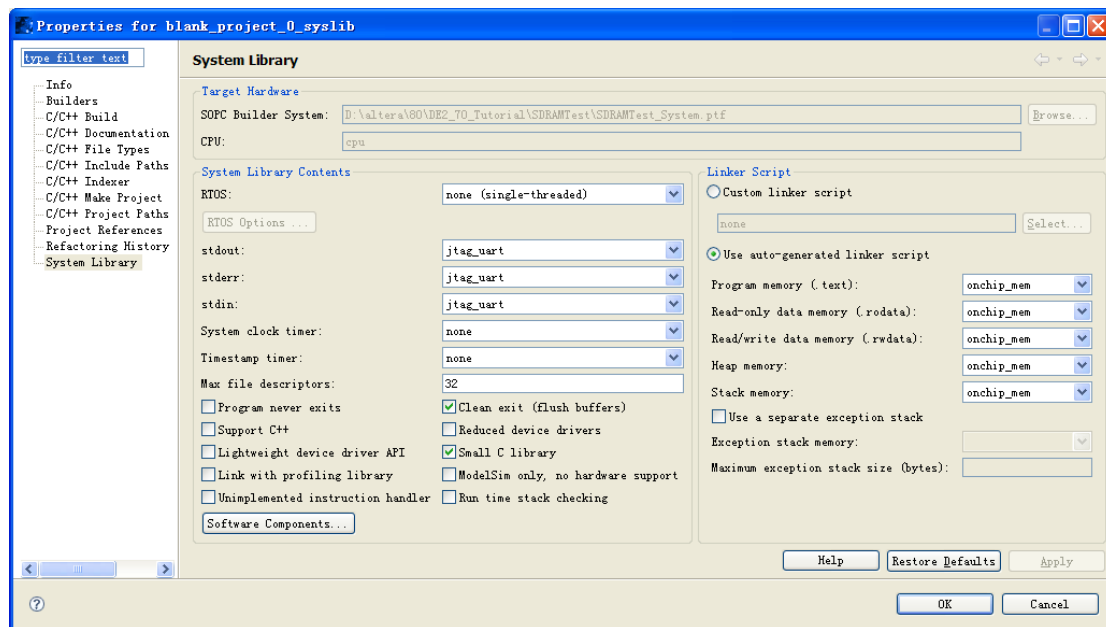

图 10-11 System Library 配置
23. 配置 System Library Properties。去掉 Support C++，勾上 Small C library，确认右边使用的是 onchip_mem，没有使用两块 SDRAM，输入输出使用 jtag_uart，如图 10-11 所示。